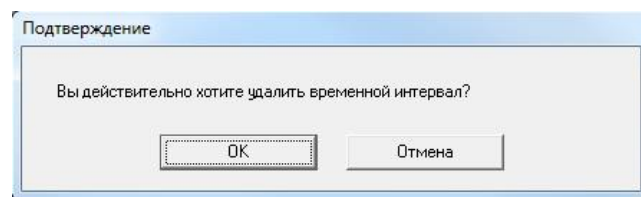

Рисунок 124 – Предупреждение Программы
- 2) Нажать кнопку . Программа сформирует предупреждение о выполнении операции удаления (см. Рисунок 124).